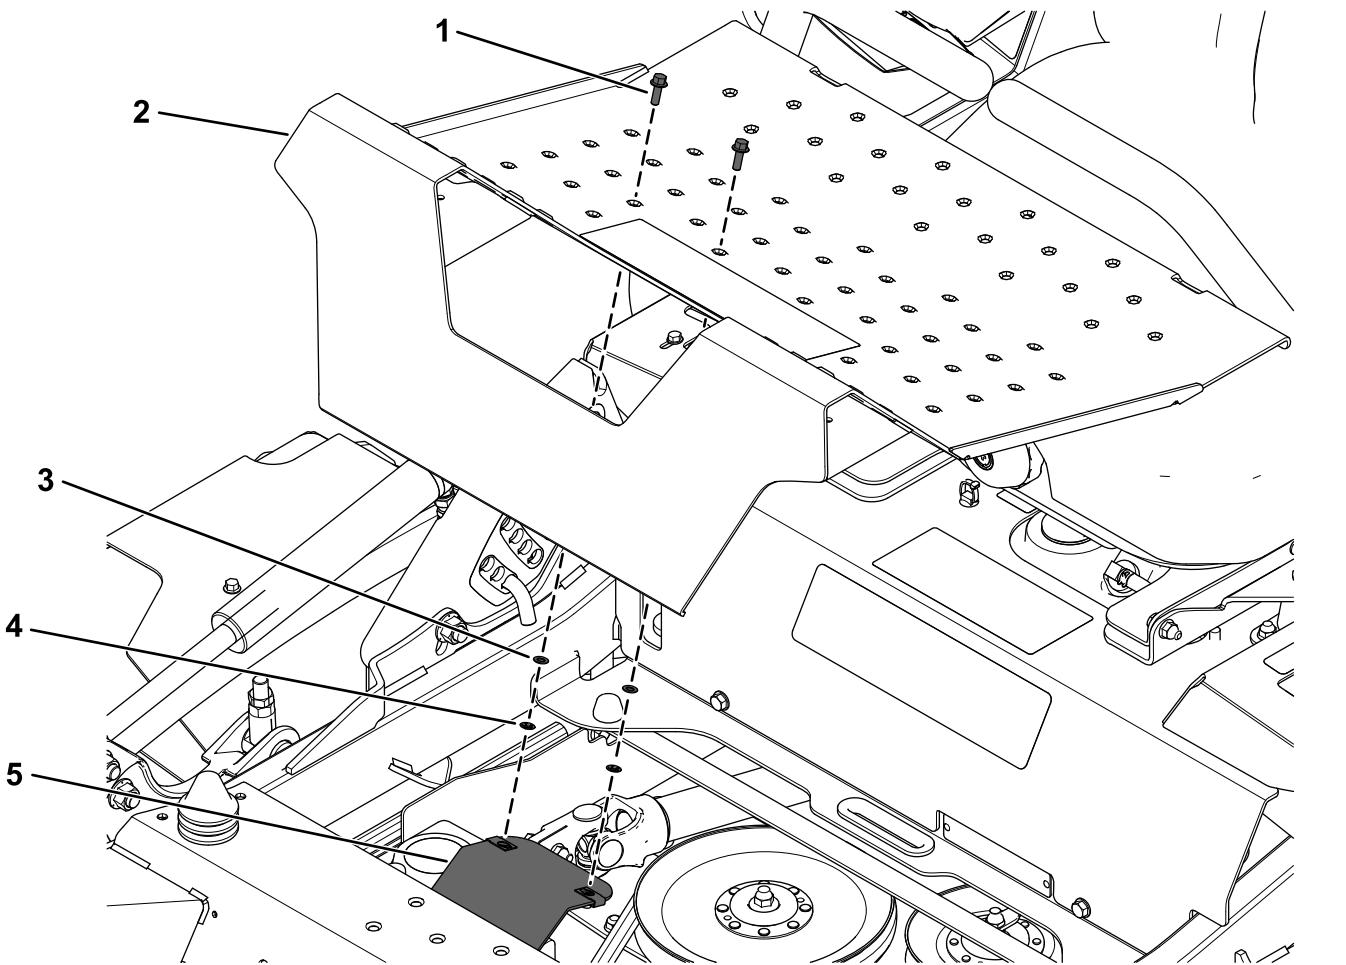

Figura 28
2. Prenda o painel do piso previamente removido utilizando o adaptador cativo, dois parafusos de cabeça flangeada (1/4 pol. x 3/4 pol.), 2 anilhas planas e duas porcas de pressão (Figura 28).